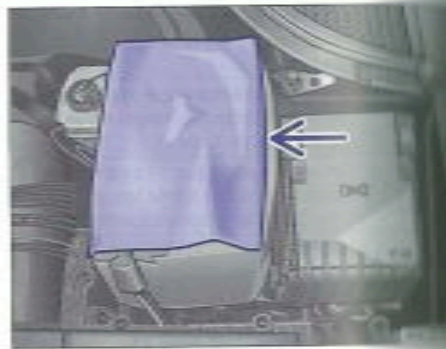

Fig. 188 Dans le compartiment-moteur : retirez le soufflet de la batterie du véhicule.
- Dans le cas d'un soufflet $\Rightarrow$ fig. 188 : rabattez le cache sur le côté.